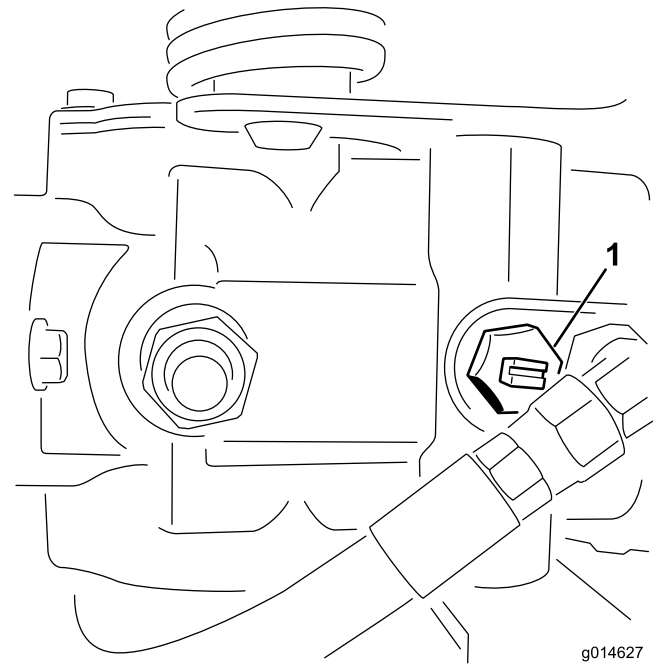

Figura 44
1. Localice la válvula de desvío en la bomba y gírela hasta que la ranura esté en posición vertical (Figura 44).
2. Antes de arrancar el motor, cierre la válvula de desvío girándola hasta que la ranura esté horizontal (Figura 44). No arranque el motor con la válvula abierta.